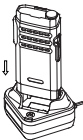
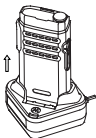

Figure 2 : Insérer la radio dans le chargeur pour le chargement.
Figure 3 : Retirer la radio du chargeur.
3. Pour charger une radio avec sa batterie avec la radio éteinte, voir Figure 2 et Figure 3.